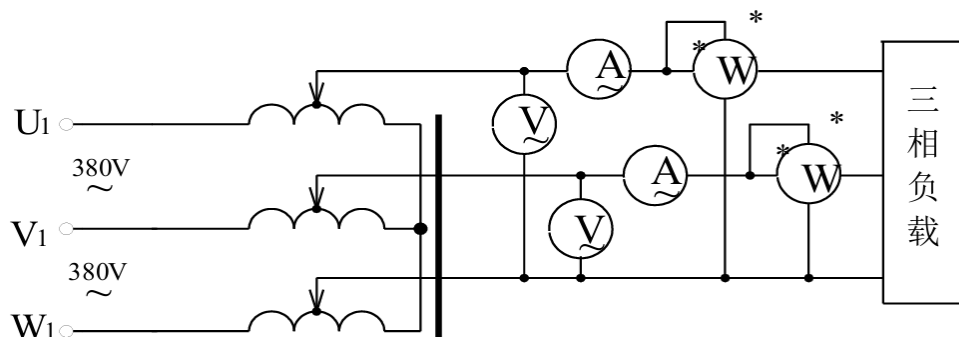

图 4: 二瓦特表法测定三相负载的总功率
1. 对于三相四线制供电的三相星形联接的负载（即 Y_0 接法），可用一只功率表测量各相的有功功率 P_A P_B P_C ，则三相负载的总有功功率 $\Sigma P = P_A + P_B + P_C$ 。这就是一瓦特表法，如图 4 - 1 所示。若三相负载是对称的，则只需测量一相的功率，再乘以 3 即得三相总的有功功率。
(1) 按图 4 接线，将三相灯组负载接成 Y 形接法。